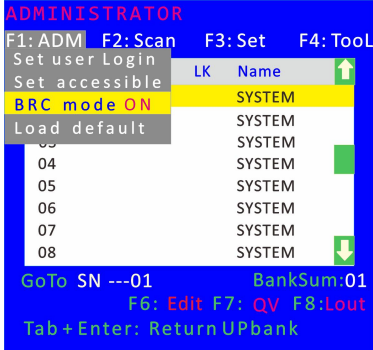
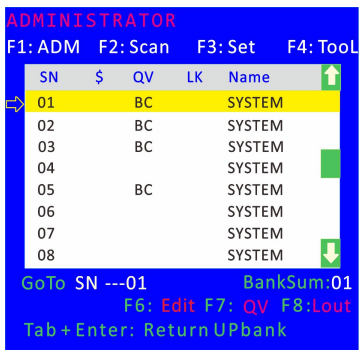

图 4-1.6
图 4-1.7
- ◇ BRC Mode off- 按【Enter】 键，关闭或者打开 BRC 广播模式（图 4-1.6）。进入主菜单，按【F7】按键增加或者删除需要广播的端口，设置为广播的端口在主菜单 QV 栏目下显示为 BC 图标，如图 4-1.7
【F1】→BRC Mode OFF→按【Enter】键→BRC Mode ON (图 4-1.6)
按【↑】【↓】键→选择需要打开广播功能的端口→按【F7】→主菜单 QV 栏内会出现 BC 图标（图 4-1.7），该端口已进入广播模式
按【F1】->BRC Mode OFF ->按【Enter】键,进入主菜单，所有带有# 图标的端口改为 BC 图标(图 4-1.7)